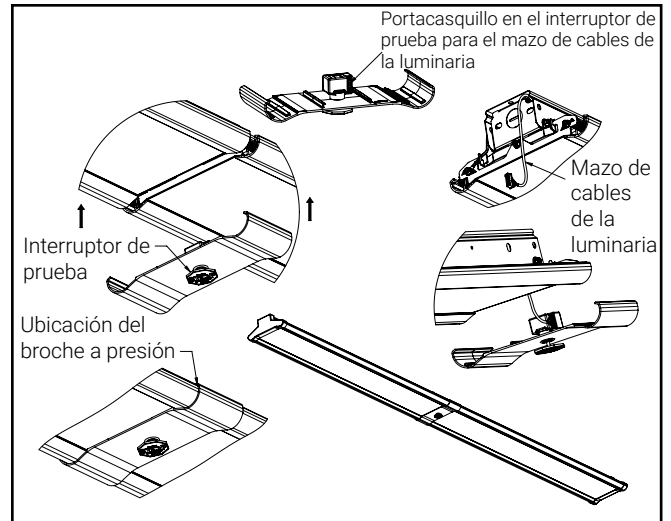

Figura 17
5. Conecte el mazo de cables que proviene del extremo de la luminaria al interruptor de prueba. Asegúrese de que todos los mazos de cables estén empujados hacia arriba y fuera del camino. Luego empuje la pieza de moldura hacia arriba para que los extremos encajen a presión sobre los rieles laterales. Hay protuberancias en el interior de la moldura para centrarla. Una vez instalada, la moldura quedará al ras de los rieles y la guía de ondas. Pruebe de acuerdo con las instrucciones del paquete de baterías. (Figura 17)